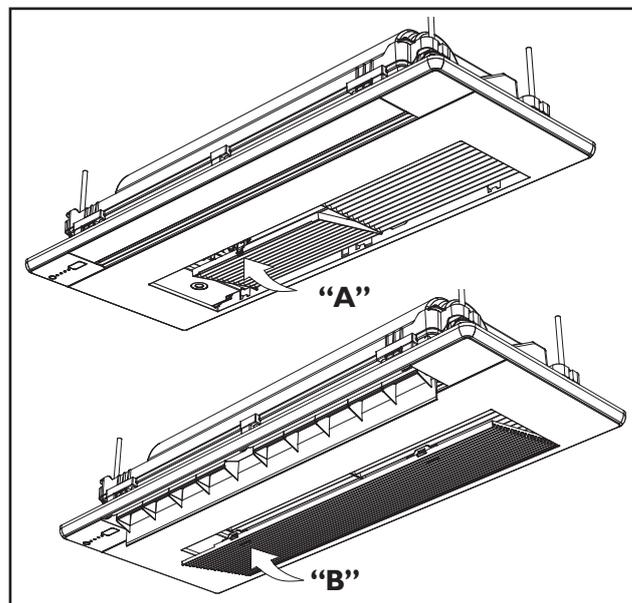

FIG. 22
5. Por fim recoloque o filtro de ar ("A" - Fig. 22) e a grade de proteção ("B" - Fig. 22)